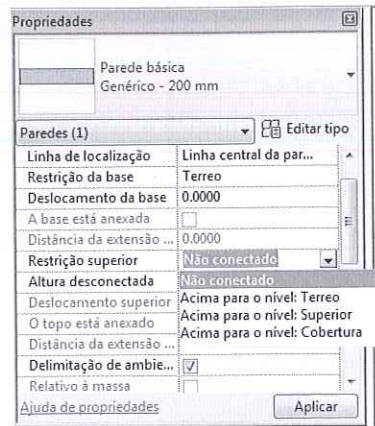

Figura 5.91 – Seleção de Altura desconectada.
4. Para modificar a altura ou o pavimento da parede, selecione a parede. Em **Propriedades**, altere os valores de **Restrição da base** e **Restrição superior**, depois clique em **Aplicar** (Figura 5.91). Se a parede não terminar em nenhum pavimento, selecione **Não conectado** para a altura, digite um valor em **Altura desconectada** e clique em **Aplicar**.